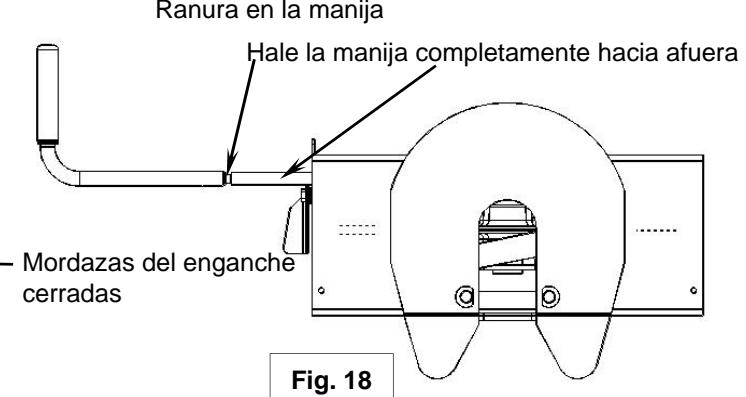

Fig. 18
7. Hale la manija del enganche hacia afuera completamente hasta que enganche en la posición abierta de manera que el king pin ya no esté agarrado firmemente por las mordazas del enganche (Ver Fig. 18 en la siguiente página). El remolque está ahora libre del enganche y del camión. Si la manija no sale hacia afuera, probablemente haya presión contra las mordazas. Para aliviar esta presión, retroceda ligeramente el camión. Reinicialice el freno de emergencia del camión. Luego hale la manija del enganche hacia fuera completamente hasta que encaje en la posición abierta. (Ver Figura 18)